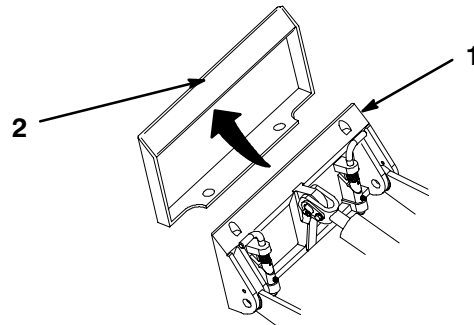

Figure 6
5. Faire avancer l'unité de traction pour engager la plaque de montage dans le bord supérieur de la plaque d'accrochage (Fig. 6).